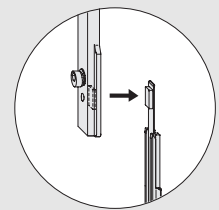

Bild 1
- A** Winkelbandlager (Seite 2: 11) und Schere LM 4200-D (14) mit Senkschraube M5 x 7,5 (10) verschrauben (Drehmoment  $2,5 \pm 0,25$  Nm), an der BSO waagrecht bis zum Anschlag einschieben und mit den Stanzschrauben befestigen (Drehmoment  $2,5 \pm 0,25$  Nm).
- > **B** Schließer (22) an der BS mittig in den Flügel einlegen und mit Gewindestift festklemmen (Drehmoment  $2,5 \pm 0,25$  Nm).
- > **C** Schieber (16) mit Schubstange S4 und Eckumlenkung VSU/BSO (26) waagrecht an der VSU einschieben.
- > **D** Schieber (16) mit Schubstange S3 waagrecht an der VSO einschieben.
- E** Schieber (16), Schubstange S1, Kupplungslasche (17), Schubstange S2 und Schieber (16) senkrecht an der VSO einschieben.
- > **F** Schließer (25), Schubstange S1, Kupplungslasche (17), Schubstange S2 und Eckumlenkung VSO (24) senkrecht an der VSO einschieben.
- > **G** Eckumlenkung VSU/BSO (26) mit Schließer (25) kuppeln. Auf korrekte Positionierung des Kupplungsstückes der Eckumlenkung VSU/BSO (26) achten (Bild 1).
- > **H** Eckumlenkung VSO (24) mit Schubstange S3 kuppeln und mit den Gewindestiften befestigen (Drehmoment  $2,5 \pm 0,25$  Nm).
- I** Hebel Si-line LM (1) mit Zylinderschrauben M5 x 12 (18) anschrauben (Drehmoment  $2,5 \pm 0,25$  Nm).
- J** Ecklagerbolzen (2) in Eckband (5) DIN rechts oder DIN links eindrücken.
- K** Eckband (5) und Klemmstück E (6) mit Senkschrauben M5 x 8,5 (4) verschrauben (Drehmoment  $2,5 \pm 0,25$  Nm).